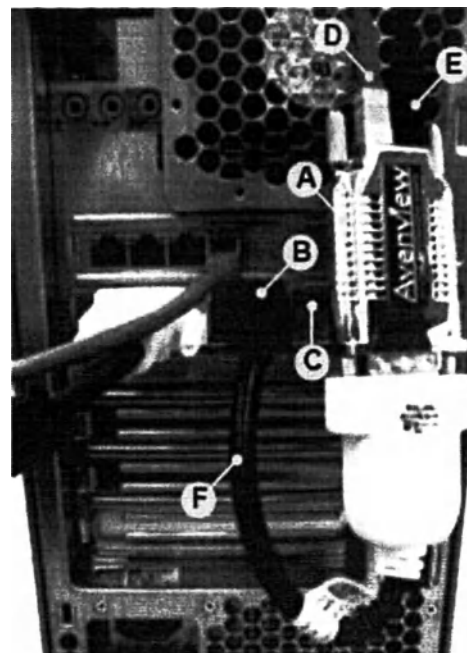

Рисунок 35. Соединения удаленного монитора рабочей станции.
3. Подключите кабель конвертера DVI к видеоудлинителю COMPUTER и затем подключите кабель конвертера DVI к порту дисплея рабочей станции (см. Рисунок. 35).